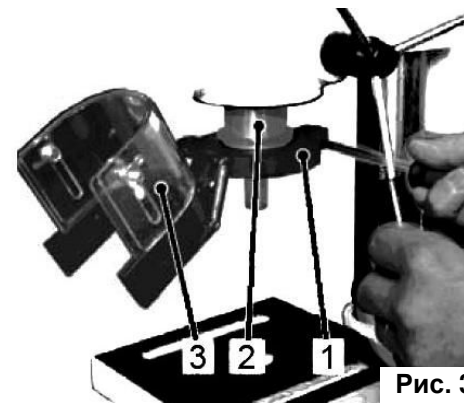

Рис. 3
- Перед установкой патрона, необходимо установить защитный экран (3) на сверлильную пинюль (2), и крепко затянуть фиксирующий винт (1) (См. Рис.3).